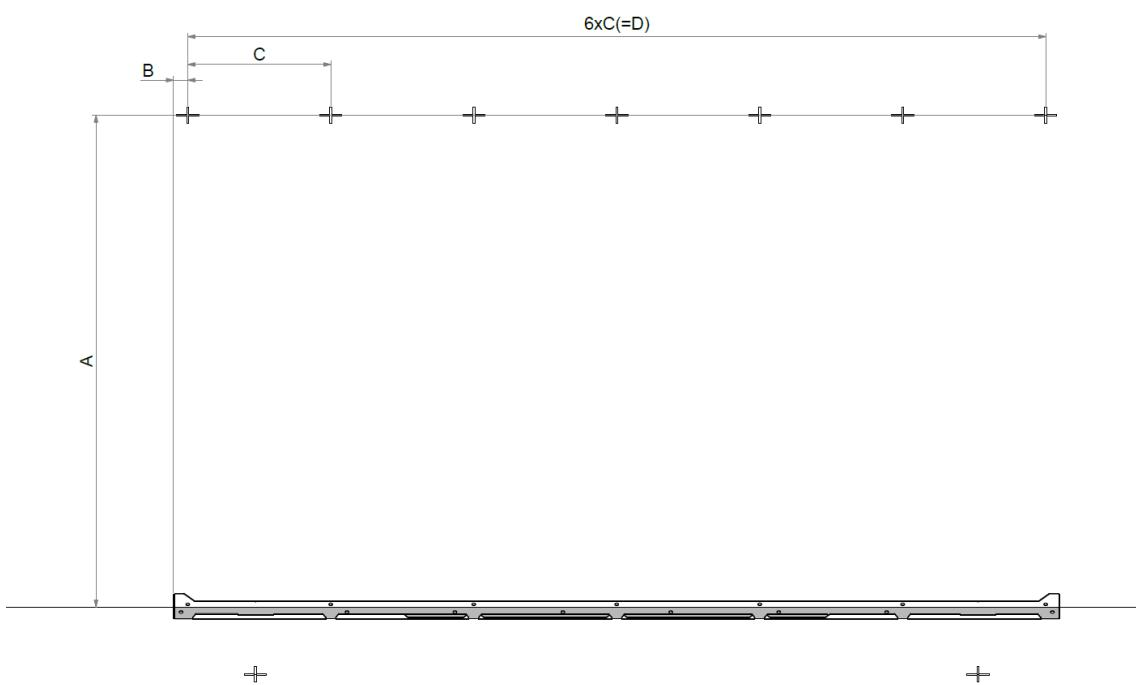
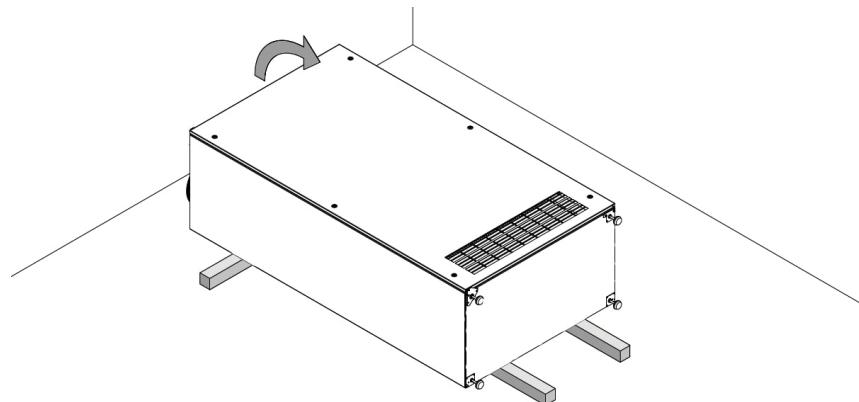

Abbildung 14: Abstände von der hinteren Halterung zur vorderen Halterung
Abbildung 25: Bringen Sie Latten, Leisten oder Holzklötze an, bevor Sie das Gerät anheben
3. Markieren Sie die Löcher für die vordere Halterung, siehe Abbildung 14, Abbildung 25 und Tabelle 8. (Die vordere Halterung ist Teil des Geräts und kann nicht demontiert werden).
1. Bevor Sie das Gerät senkrecht stellen, bringen Sie Latten, Leisten oder Holzklötze an, wie in Abbildung 25 dargestellt. Andernfalls könnten die höhenverstellbaren Füße beim Anheben des Geräts brechen oder verbiegen. Stellen Sie die Füße möglichst kurz ein.